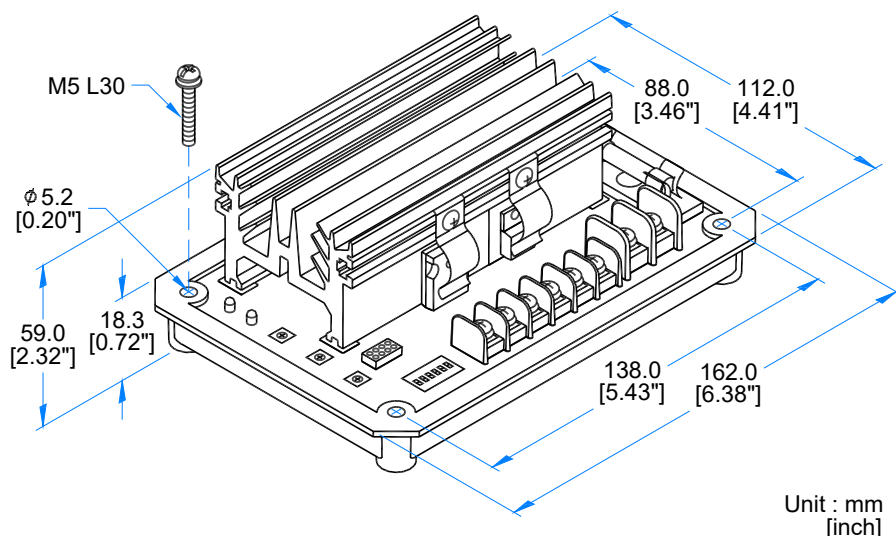

図 1 寸法図
1. 電圧調整器は発電機セットの任意の適切な位置に設置可能です。その形状および固定穴径については(図1)を参照してください